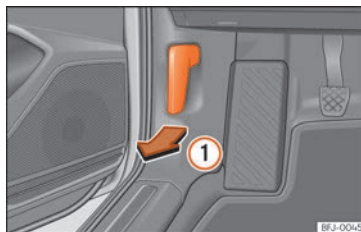

Abb. 232 Entriegelungshebel im Fahrerfußraum.
- Öffnen Sie die Tür und ziehen Sie an dem Hebel unterhalb der Instrumententafel ► ► ► (Abb. 232) ①.